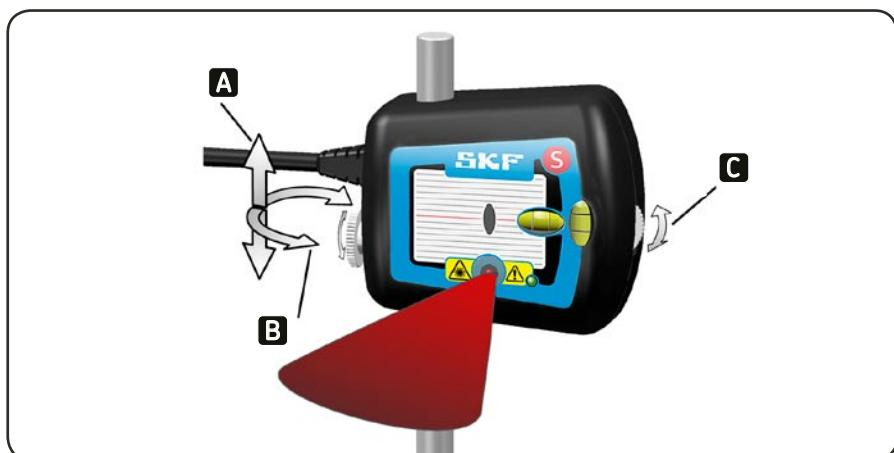

Fig. 12. Justeringsmekanism
- c) För grovinställning lossas mätenheten med fastsättningsvredet på enhetens sida (fig. 12). På så sätt kan mätenheten skjutas upp och ner på stången och samtidigt vridas fritt. För fininställning i höjdled används de infällda justeringsvreden på mätenheterna.